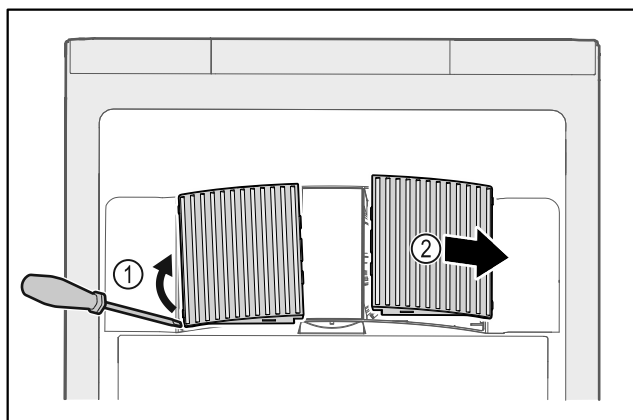

Fig. 171
- Ventilatorafdekkingen voorzichtig aan de zijkant eruit halen Fig. 171 (1) en naar de voorkant toe verwijderen Fig. 171 (2).